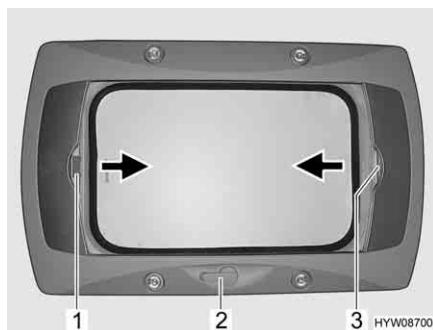

Fig. 72 Oblò a manovella
**Apertura:** ■ Ruotare la manovella (Fig. 72,2) fino a quando non si incontra resistenza.
**Chiusura:** ■ Tirare la tendina oscurante pieghevole per la maniglia (Fig. 72,3) nella direzione della freccia fino alla posizione desiderata e rilasciare. La tendina oscurante pieghevole rimane in questa posizione.
**Chiusura:** ■ Tirare la zanzariera a rullo per la maniglia (Fig. 72,1) nella direzione della freccia verso la maniglia contrapposta della tendina oscurante pieghevole (Fig. 72,3) e farla innestare.
**Apertura:** ■ Tirare la maniglia della zanzariera a rullo (Fig. 72,1) dietro, verso l'alto, e sganciare la zanzariera a rullo dalla tendina oscurante pieghevole (Fig. 72,3).